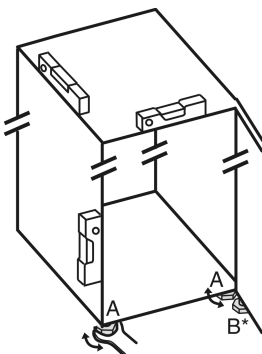

Fig. 23
- ▶ Dévisser les pieds réglables Fig. 23 (A) avec la clé plate fournie et utiliser un niveau à bulle pour vérifier que l'appareil est bien plan.
- ▶ Dévisser le pied réglable Fig. 23 (B) du support de palier avec la clé plate fournie jusqu'à ce qu'il touche le sol.
- ▶ Tourner le pied réglable Fig. 23 (B) de 90° supplémentaires.